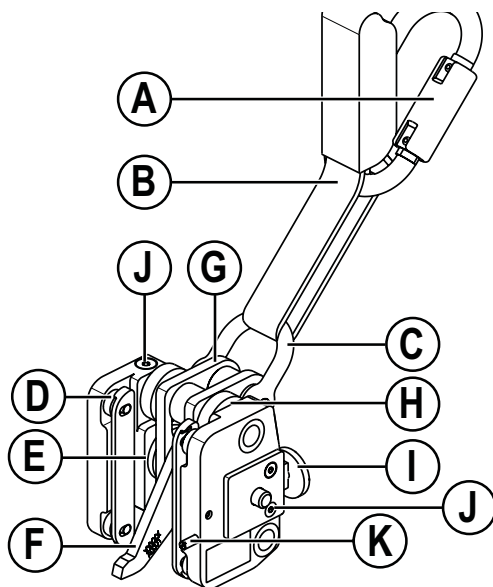

Abb. 13
Der Sicherungsläufer (Abb. 13 und 14) ist funktionsfähig, wenn er folgenden Kriterien entspricht:
- Nur GÜFA Flexx (Abb. 13): Die Druckplatte (I) darf sich nicht betätigen lassen, solange sich der Sicherungsläufer nicht in der Position „Pfeil nach oben“ befindet.
- Nur GÜFA Flexx (Abb. 13): Ohne betätigte Druckplatte (I) dürfen sich die beiden Seitenteile des Sicherungsläufers nicht auseinanderziehen lassen.
- Nur GÜFA Flexx (Abb. 13): Bei betätigter Druckplatte (I) müssen sich die beiden gespannten Seitenteile des Sicherungsläufers gegen die Spannung auseinander ziehen lassen. Ohne Zug müssen sich die Seitenteile wieder zusammenziehen.
- Nur GÜFA Flexx (Abb. 13): Die 4 Senkschrauben (J) müssen vorhanden und fest mit den Seitenteilen verbunden sein.
- Schaftschraube der Einführsicherung (K) muss mind. 8 mm herausstehen.